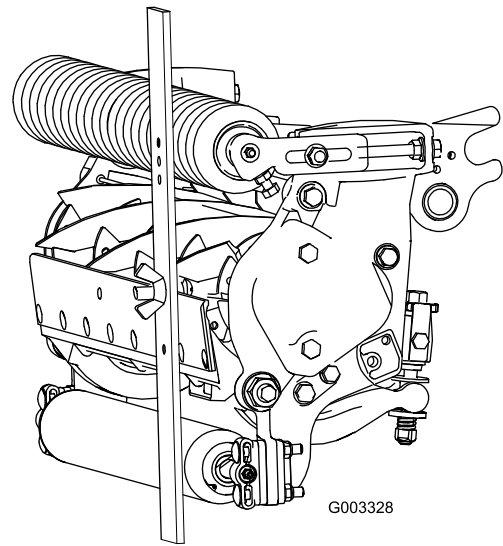

Figura 26
4. Enganche la cabeza del tornillo sobre el filo de la contracuchilla y apoye el extremo trasero de la barra sobre el rodillo trasero (Figura 26).
5. Gire el tornillo de ajuste hasta que el rodillo delantero entre en contacto con la barra de ajuste (Figura 26). Ajuste ambos extremos del rodillo hasta que el rodillo esté paralelo a la contracuchilla en toda su longitud.